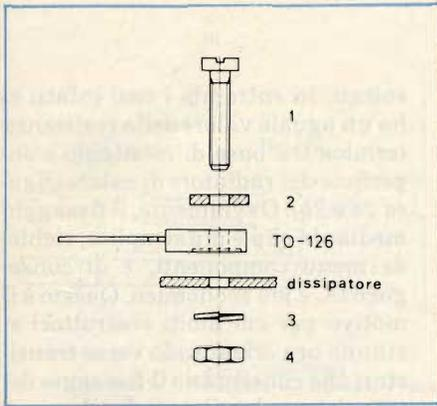

Fig. 6 - Fissaggio non isolato mediante vite. 1 = vite M3; 2 = rondella piatta 56326; 3 = rondella autobloccante; 4 = dado.
Fig. 6 - La comparsa di bolle magnetiche in dipendenza da un campo magnetico esterno; a) nessun campo magnetico; b) campo magnetico debole; c) campo magnetico forte.
**Contenitori TO-202, SOT (128) e TO-126 (SOT-32)**
- 1) *Fissaggio corretto* (figure 6, 7 e 8). Nel sistema di fissaggio isolato a vite può essere tralasciata la rondella 56326. Può essere impiegato il kit di fissaggio codice 56333; esso comprende: una rondella speciale di metallo, una rondella di mica e una boccia isolante.